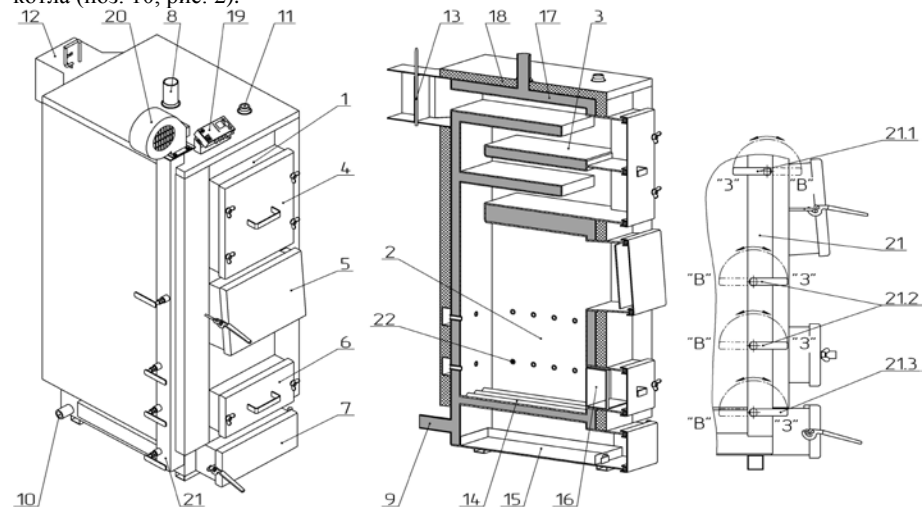

Рисунок 2 – Зовнішній вигляд та основні елементи котла
Конструктивно котел являє собою збірно-зварену конструкцію, що складається з корпусу (поз. 1, рис. 2) з камерою згоряння (топкою) (поз. 2, рис. 2). Над топкою розташована конвекційна частина котла (поз. 3, рис. 2), що являє собою високоефективний чотирьохходовий теплообмінник.
Корпус котла виконаний в формі паралелепіпеду з подвійними стінками, які розділені водними перегородками (поз. 17, рис. 2). На зовнішній поверхні корпусу під декоративною обшивкою закріплена теплова ізоляція. (поз. 18, рис. 2).
Паливо для процесу спалення завантажується на колосникові грати (поз. 14, рис. 2) крізь завантажувальні дверцята (поз. 5, рис. 2). Колосникові грати виконані з товстостінних безшовних труб по яких постійно циркулює вода з водяної оболонки котла, що унеможливило їх прогорання. Згоряння палива в топці відбувається за участю повітря, яке постачається по каналу подачі повітря (поз. 21, рис. 2) припливним вентилятором (поз. 20, рис. 2). Кількість повітря, необхідного для процесу згоряння, регулюється автоматично блоком автоматики управління (поз. 19, рис. 2).
Підведення і відведення теплоносія здійснюється відповідно через патрубки зворотної мережної води (поз. 9, рис. 2) і прямої мережної води (поз. 8, рис. 2).
Топочні гази виходять у димохід крізь боров (поз. 12, рис. 2), розташований у задній частині котла. Боров обладнано вбудованим дросельним клапаном продуктів згоряння – шибером (поз. 13, рис. 2). У випадку надто високої тяги у димоході шибер дає можливість її знизити шляхом часткового перекривання вихідного отвору борова.
Зола, яка утворюється в процесі згоряння палива, зсипається в нижню частину корпусу котла в якій розташована висувна полиця для золи – зольник (поз. 15, рис. 2).
У верхній частині корпусу котла розташований штуцер для встановлення групи безпеки котла (поз. 11, рис. 2).
На бічній стінці корпусу у нижній її частині розміщено штуцер для зливу води з котла (поз. 10, рис. 2).
- дверцята для періодичного обслуговування (чищення) конвекційної частини котла (поз. 4, рис. 2);
- ревізійні дверцята (поз. 6, рис. 2) для періодичного чищення колосникових ґрат;
- дверцята зольника (поз. 7, рис. 2) для можливості спорожнення висувної полиці – зольника.
Боров котла обладнано вбудованим дросельним клапаном продуктів згоряння – шибером (поз. 13, рис. 2), за допомогою якого можна регулювати величину тяги в димоході.
прямої мережної води (поз. 8, рис. 2). Трубопровід зворотної мережної води потрібно приєднати до патрубка зворотної мережної води (поз. 9, рис. 2).